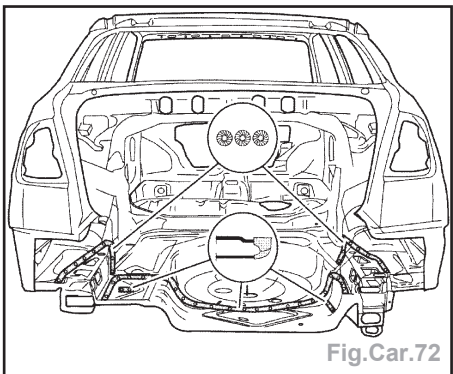

Fig.Car.72
- Souder par soudure continue sous atmosphère gazeuse les points d'assemblage signalés et ensuite meuler (Fig.Car.72).